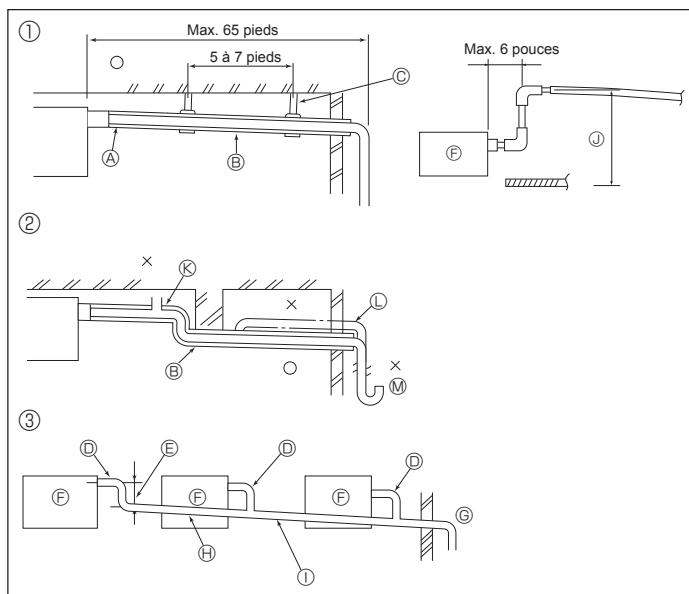

Fig. 5-1
5.1. Mise en place du tuyau d'écoulement (Fig. 5-1)
- ① Tuyautage correct
- ② Tuyautage erroné
- ③ Mise en place groupée des tuyaux